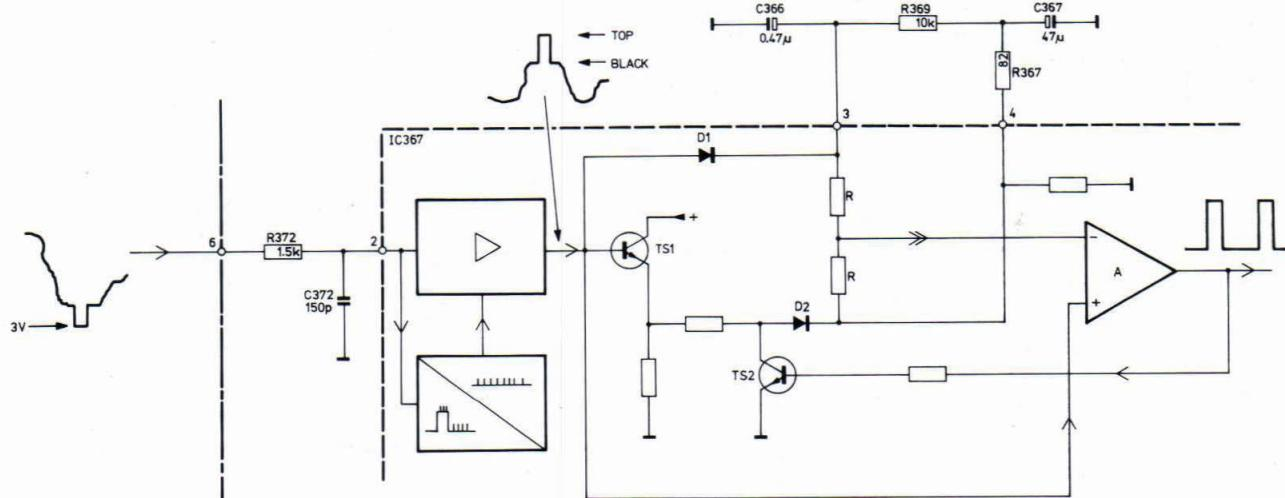

Fig. VIII-2
2. De synchronisatie-scheider (Fig. VIII-2)